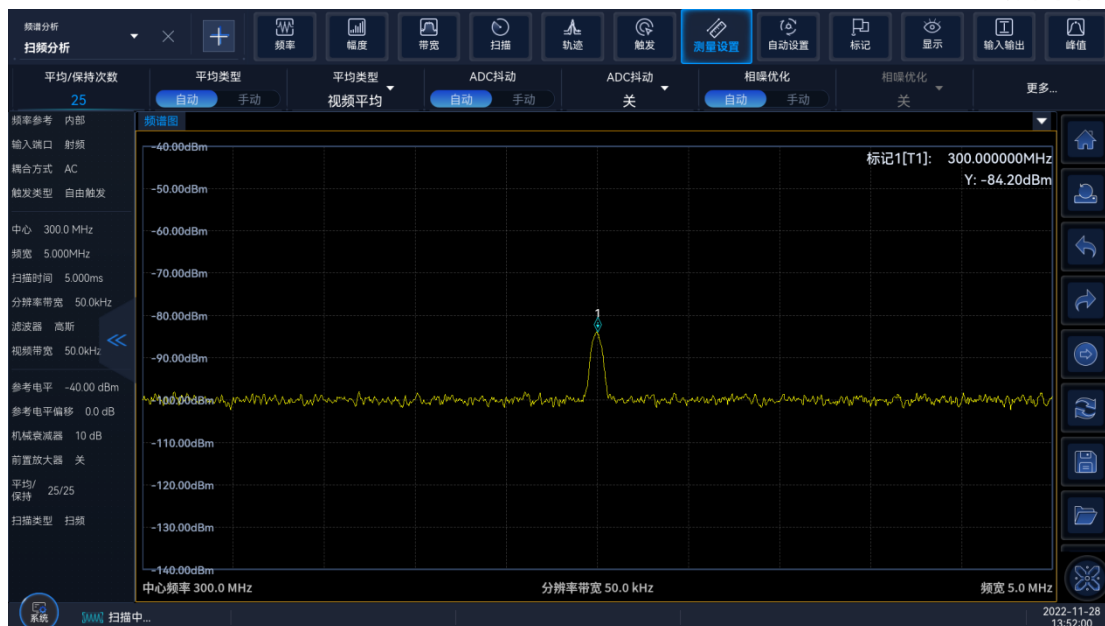

图 4.9 采用轨迹平均测量小信号
- 从软键盘输入数字 25，按【←】，或软菜单中【确认】键，如图 4.9。